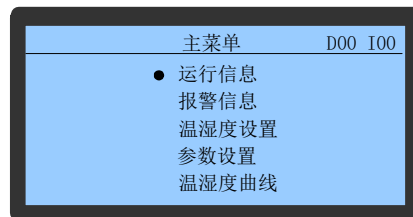

图5-5 主菜单
1. 主菜单下包括 5 个子菜单项，单屏显示，如图 5-5 所示。